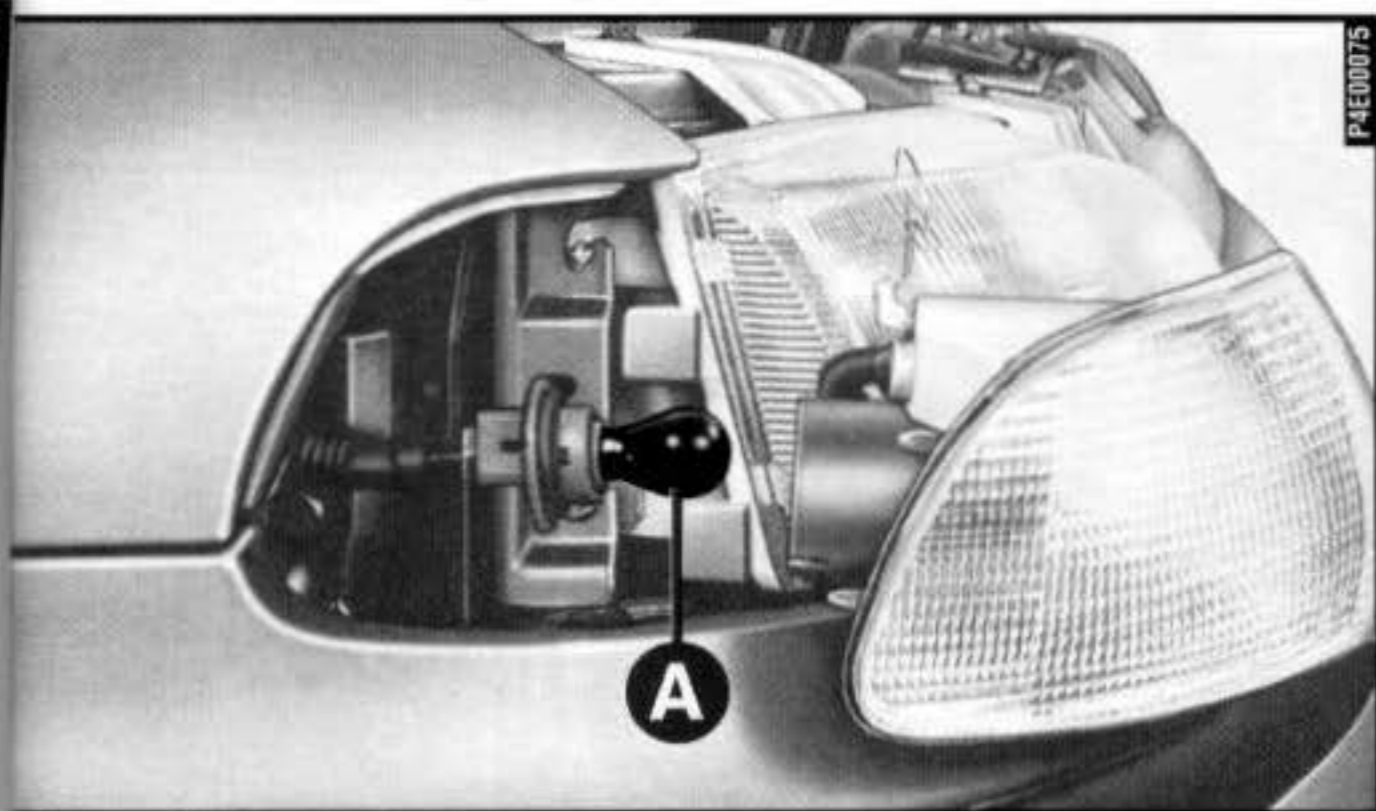

fig. 16
4) Remover a lâmpada **A-fig. 16**, empurrando-a um pouco e girando-a em sentido anti-horário.